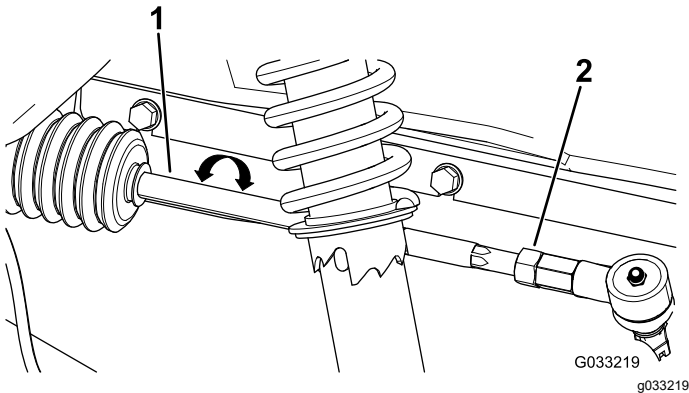

Figura 49
2. Si la distancia no es de 0 mm – 6 mm (0 – ¼"), afloje las contratuercas en el extremo exterior de las bielas (**Figura 49**).